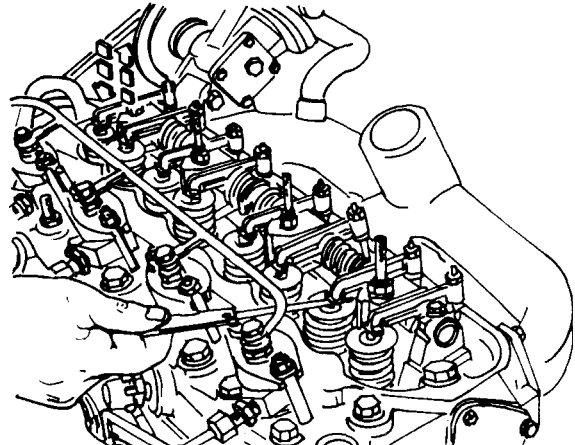

Рис. 1.90. Регулировка клапанного зазора.
6. Для регулировки клапанного зазора отпустите контргайку регулировочного винта коромысла и вращайте винт см. рис. 1.90.